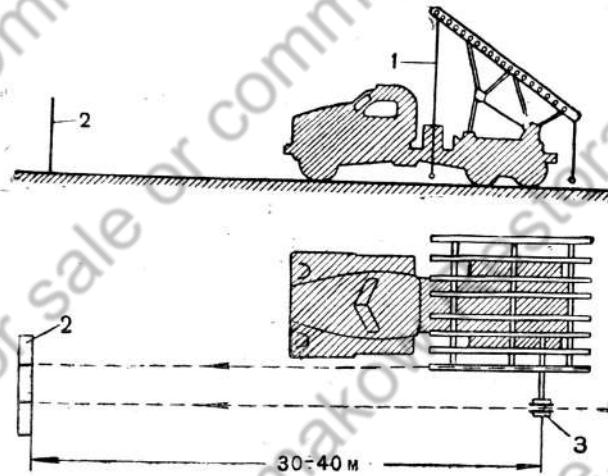

Рис. 42. Проверка нулевой линии прицеливания:
3. Закрепить при помощи тонкого шнуря два отвеса: один в начале левой направляющей, другой в конце (рис. 42), при этом шнуры отвесов должны проходить посередине паза нижнего жолоба направляющей.
1. Установить на расстоянии 30—40 м от боевой машины вертикальный щит с нанесёнными на нём двумя вертикальными линиями, расстояние между которыми должно быть равно расстоянию между щелью коллиматора прицела и вертикальной плоскостью, проходящей через центр паза левой направляющей (рис. 42).